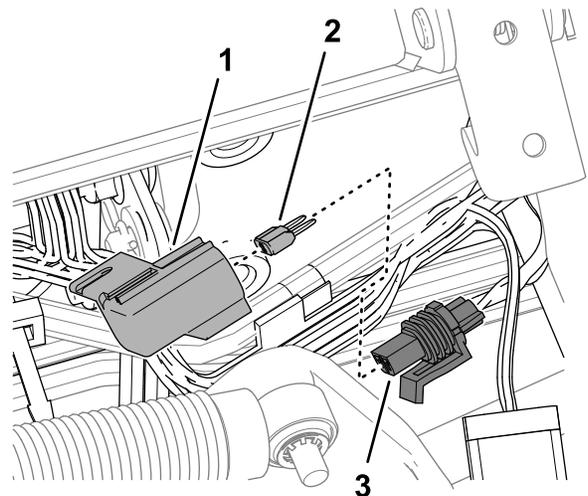

図 104
3. 10 A FUSE TELEMATIC PWR というラベルのついたインラインヒューズホルダーのキャップを外す 図 104。